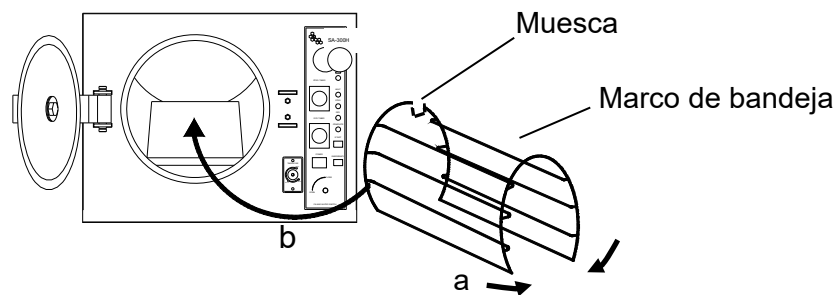

Figura 7
E. Instale el marco de bandeja según la Figura 7. (accesorio opcional)